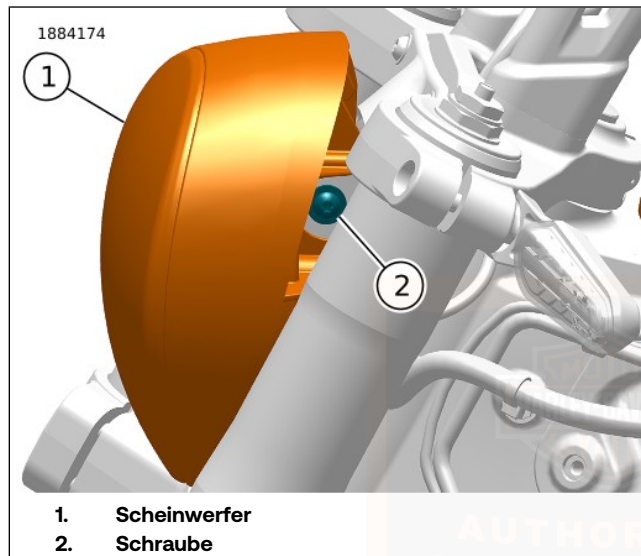

Abbildung 71. Scheinwerfereinstellung
1. Siehe Abbildung 71. Die Einstellschraube (2) lösen.
2. Den Scheinwerfer (1) vertikal so weit anpassen, bis der Strahl auf der Mitte der horizontalen Linie liegt.
3. Einstellschraube (2) anziehen.